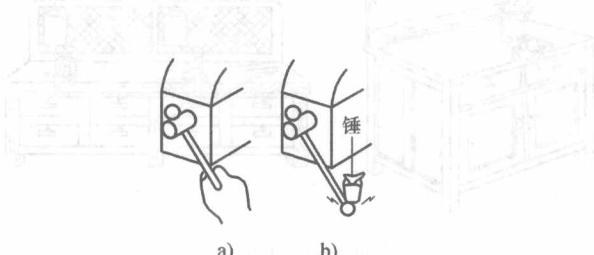

图 1-6 台虎钳的夹紧
- 2) 夹紧和松开工件时，严禁用锤子或套上管子转动手柄，以免损坏丝杠或螺母，如图 1-6 所示。